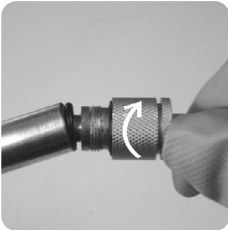

Fig. 19
13. Conectar a haste no tubo girando no sentido horário, conforme fig.19. ATENÇÃO: Dentro do tubo existe um cano metálico que deve ser encaixado dentro da haste.